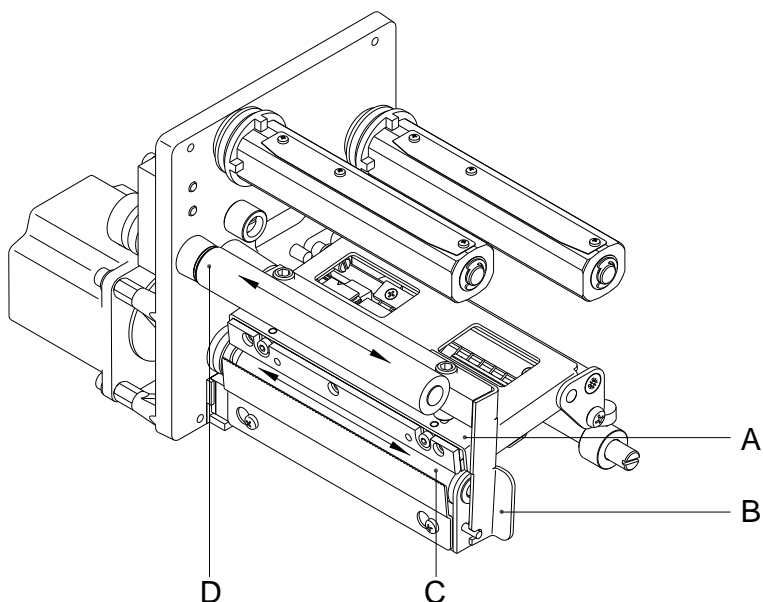

Figure 13
2. Tourner le levier rouge (B, en Figure 13) dans le sens inverse des aiguilles d'une montre pour déverrouiller la tête d'impression.